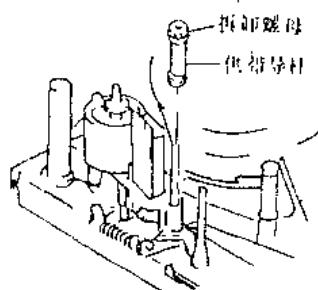

图 1-34
(13) 拆卸供带导杆
步骤：①将供带导杆的固定用螺母拧松，如图 1-34 所示。
②拉出供带导杆。
(14) 拆卸取带导杆